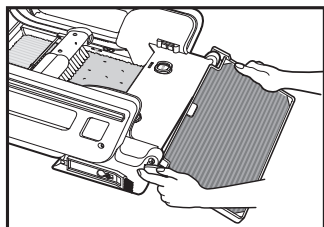

Fig. 5
- La rampa trae dos pasadores giratorios que encajan en los orificios de los costados de la cubierta del compartimento de los desechos. Instale la rampa con el tapete hacia arriba. Oriente los pasadores hacia el extremo del compartimento de los desechos de la unidad. Levante la rampa e introduzca uno de los pasadores giratorios en uno de los orificios. Para alcanzar y poder enganchar el segundo pasador, extienda ligeramente el otro pasador (Fig. 5). Tire ligeramente de la rampa para asegurarse que se encuentra bien instalada.